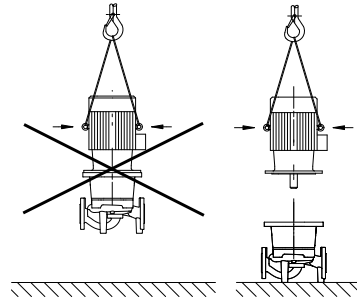

Fig. 7: Transport motora
- Transportne ušice na motoru smiju se upotrebljavati samo za transport motora, ali ne i cijele pumpe (Fig. 7).